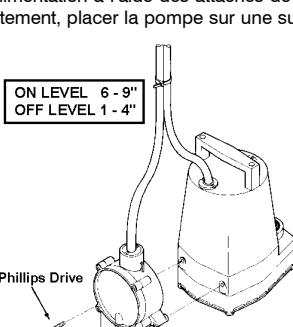

Figure 1.
1. For installation on the Little Giant® 5-MSP pump, refer to Figure 1. Attach the RS-5 directly to the 5-MSP housing using the two Phillips drive screws provided, as shown in Figure 1. Use the cable ties provided to secure the power cords together. To ensure proper operation of pump and switch, place pump on a solid surface in water at least 1" deep.
1. Pour installer l'appareil sur une pompe 5-MSP Little Giant®, se référer à la Figure 1. Fixer directement le RS-5 à l'enveloppe de la 5-MSP à l'aide de deux fausses vis Phillips tel qu'illustré à la Figure 1. Rassembler les cordons d'alimentation à l'aide des attaches de cordons fournies. Pour que la pompe et l'interrupteur fonctionnent correctement, placer la pompe sur une surface solide, dans l'eau, à une profondeur d'au moins 2,5 cm (1 po).